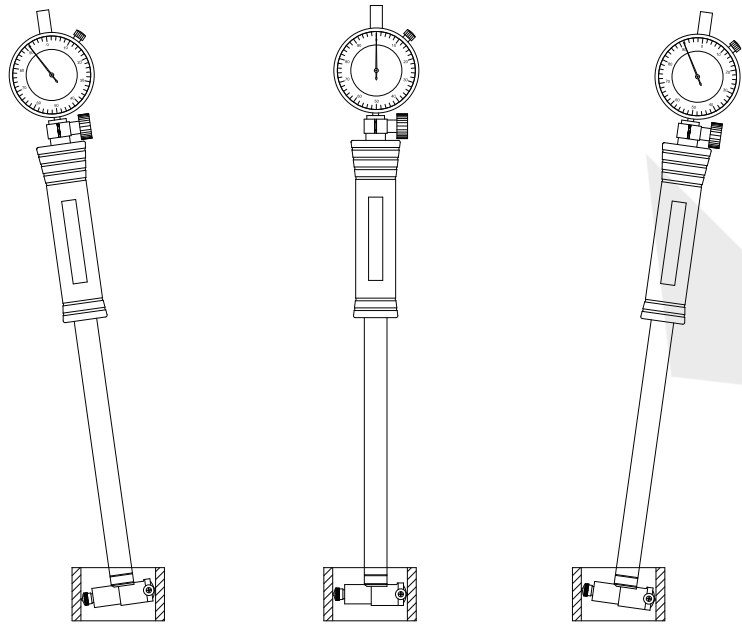

Fig.1
(1) Tamanho do ajuste: selecione a sonda intercambiável apropriada, a haste da junta e os calços de acordo com o tamanho medido, instale-os de acordo com a figura a seguir, certifique-se de que todas as peças estejam instaladas de forma confiável e aperte a sonda com a ajuda de uma chave inglesa para especificações abaixo de 35 mm. Após a instalação, pressione a sonda móvel com a mão algumas vezes, e o ponteiro do indicador deverá se mover de forma suave e flexível, sem qualquer estagnação.
(2) Ajuste do tamanho da calibração: Selecione um anel calibrador ou micrômetro de diâmetro externo, ou um furo padrão de diâmetro de furo e precisão conhecidos, e calibre-o limpando sua superfície de medição com algodão ou um pano macio.
(3) Ajuste do ponto zero (para calibrar o anel medidor, por exemplo); coloque o medidor de diâmetro interno no anel medidor de calibração e gire para frente e para trás algumas vezes (Fig.1) para descobrir o "ponto de inflexão" do ponteiro (indicando o valor máximo indicado pela tabela). Solte o parafuso de travamento da moldura, gire a moldura de modo que a linha "0" e o ponteiro do "ponto de inflexão" coincidam e, em seguida, trave o parafuso de travamento da moldura. Gire a alça várias vezes para verificar se a linha "0" está alinhada.